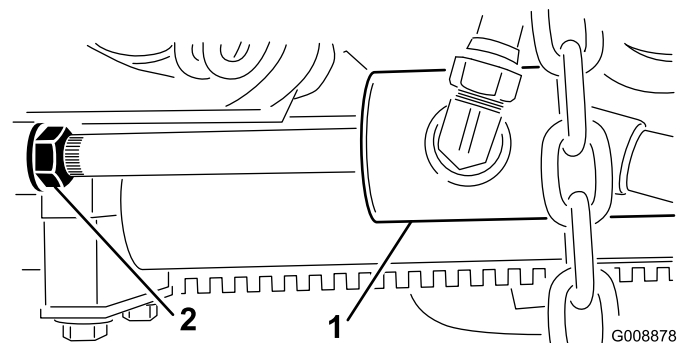

Bild 27
- B. Drehen Sie die die Klemmmutter am Zylinder heraus (Bild 27).